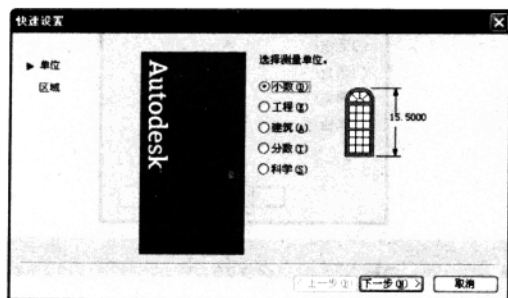

图 1-6 设置绘图单位图
(1) 指定绘图单位。系统提供了 5 种可供选择的绘图单位：小数、工程、建筑、分数、科学。默认为小数，用户可以根据需要选择其中的一种（如图 1-6 所示），然后单击“下一步”按钮。